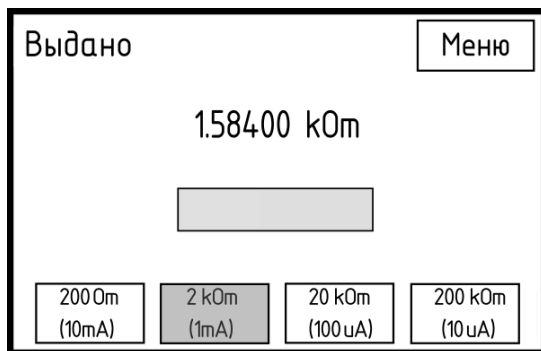

Рисунок 3.19 – Воспроизведение (имитация) значения сопротивления постоянному току по четырехпроводной схеме включения
- для подключения воспроизводимого сопротивления на выходные клеммы калибратора нажать кнопку «**ПУСК/СТОП**». При этом в первой строке дисплея после надписи «**Ждите**» появится надпись «**Выдано**» (рисунок 3.19). Необходимый предел воспроизведения («**200 Ом**», «**2 kОм**», «**20 kОм**», «**200 kОм**») установиться автоматически.